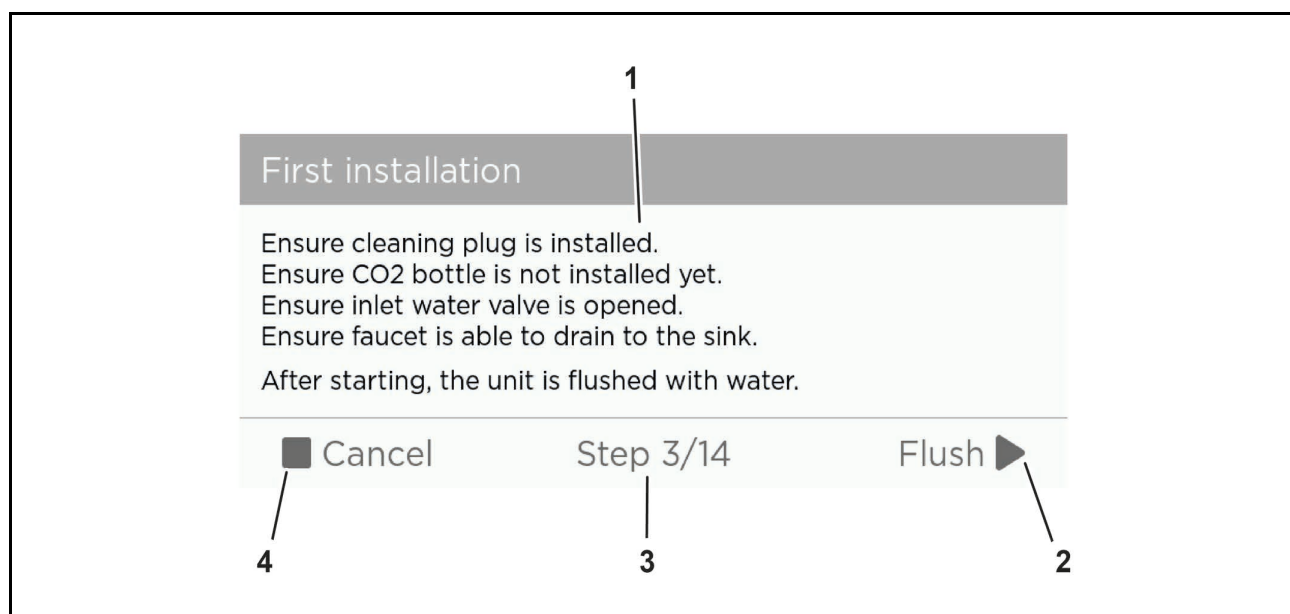

Abb. 25 Erstinbetriebnahme des Systems
1. Starten Sie die Erstinbetriebnahme durch Tippen auf die Schaltfläche "Next" (Abb. 25/2).
2. Die Software ist bei der Erstinbetriebnahme von Werk aus auf Englisch eingestellt. Die Sprache kann im zweiten Schritt angepasst werden. Tippen Sie im Statusfeld (Abb. 25/1) auf die Schaltfläche "Yes", um die Sprache zu ändern (siehe Kapitel 7.2.4.15) oder tippen Sie auf die Schaltfläche "Skip" (Abb. 25/2), um mit dem nächsten Schritt fortzufahren.
3. Im nächsten Schritt wird die Systemspülung vorbereitet, siehe Kapitel 7.2.4.9. Folgen Sie den Anweisungen im Statusfeld (Abb. 25/1) und tippen Sie auf die Schaltfläche "Flush" (Abb. 25/2), um die Systemspülung zu starten oder "Cancel" (Abb. 25/4), um die Erstinbetriebnahme abzubrechen.
4. Tippen Sie auf die Schaltfläche "Start" (Abb. 25/2), um mit der Systemspülung fortzufahren oder "Cancel" (Abb. 25/4), um die Erstinbetriebnahme abzubrechen. Verfolgen Sie den Fortschritt im Statusfeld (Abb. 25/1). Ist die Systemspülung abgeschlossen, tippen Sie auf die Schaltfläche "Finish" (Abb. 25/2), um fortzufahren oder "Cancel" (Abb. 25/4), um die Erstinbetriebnahme abzubrechen.
5. Schließen Sie den CO₂-Behälter an, sobald Sie dazu aufgefordert werden, siehe Kapitel 8.4. Folgen Sie den Anweisungen im Statusfeld (Abb. 25/1) und tippen Sie auf die Schaltfläche "Next" (Abb. 25/2), um fortzufahren oder "Cancel" (Abb. 25/4), um die Erstinbetriebnahme abzubrechen.
6. Wenn Sie eine externe CO₂-Versorgung am System angeschlossen haben, tippen Sie auf die Schaltfläche "Yes" bzw. "No". Folgen Sie den Anweisungen im Statusfeld (Abb. 25/1) und tippen Sie auf die Schaltfläche "Next" (Abb. 25/2), um die Eingabe zu speichern oder "Cancel" (Abb. 25/4), um die Erstinbetriebnahme abzubrechen.
7. Im nächsten Schritt wird die Kalibrierung des Systems vorbereitet, siehe Kapitel 7.2.4.11. Folgen Sie den Anweisungen im Statusfeld (Abb. 25/1) und tippen Sie auf die Schaltfläche "Next" (Abb. 25/2), um die Kalibrierung des Systems zu starten oder "Cancel" (Abb. 25/4), um die Erstinbetriebnahme abzubrechen.
8. Im nächsten Schritt wird die Wasserhärte bestimmt, siehe Kapitel 7.3. Folgen Sie den Anweisungen im Statusfeld (Abb. 25/1) und tippen Sie auf die Schaltfläche "Next" (Abb. 25/2), um die Wasserhärte einzustellen oder "Cancel" (Abb. 25/4), um die Erstinbetriebnahme abzubrechen.
9. Im nächsten Schritt wird die Wasserhärte angepasst, siehe Kapitel 7.2.4.7. Folgen Sie den Anweisungen im Statusfeld (Abb. 25/1) und tippen Sie auf die Schaltfläche "Next" (Abb. 25/2), um die Eingabe zu speichern oder "Cancel" (Abb. 25/4), um die Erstinbetriebnahme abzubrechen.
10. Im nächsten Schritt wird die Einstellung der Temperatur für Kaltwasser eingeleitet, siehe Kapitel 7.2.4.6. Folgen Sie den Anweisungen im Statusfeld (Abb. 25/1) und tippen Sie auf die Schaltfläche "Next" (Abb. 25/2), um die Anpassung vorzunehmen oder "Cancel" (Abb. 25/4), um die Erstinbetriebnahme abzubrechen.
11. Im nächsten Schritt wird die Temperatur für Kaltwasser eingestellt, siehe Kapitel 7.2.4.6. Folgen Sie den Anweisungen im Statusfeld (Abb. 25/1) und tippen Sie auf die Schaltfläche "Next" (Abb. 25/2), um die Eingabe zu speichern oder "Cancel" (Abb. 25/4), um die Erstinbetriebnahme abzubrechen.
12. Im nächsten Schritt wird die Reinigung des Systems vorgenommen, siehe Kapitel 8.3.2. Folgen Sie den Anweisungen im Statusfeld (Abb. 25/1) und tippen Sie auf die Schaltfläche "Next" (Abb. 25/2), um die Reinigung des Systems zu starten oder "Cancel" (Abb. 25/4), um die Erstinbetriebnahme abzubrechen.
13. Montieren Sie den Reinigungsadapter, sobald Sie dazu aufgefordert werden, siehe Kapitel 8.7. Folgen Sie den Anweisungen im Statusfeld (Abb. 25/1) und tippen Sie auf die Schaltfläche "Next" (Abb. 25/2), um fortzufahren oder "Cancel" (Abb. 25/4), um die Erstinbetriebnahme abzubrechen.
14. Montieren Sie den Filter, sobald Sie dazu aufgefordert werden, siehe Kapitel 8.5. Folgen Sie den Anweisungen im Statusfeld (Abb. 25/1) und tippen Sie auf die Schaltfläche "Next" (Abb. 25/2), um fortzufahren oder "Cancel" (Abb. 25/4), um die Erstinbetriebnahme abzubrechen.
15. Das System kann über WLAN bzw. Bluetooth mit dem Internet verbunden werden. Tippen Sie im Statusfeld (Abb. 25/1) auf die Schaltfläche "Yes", um die Verbindung herzustellen (siehe Kapitel 7.2.4.5) oder tippen Sie auf die Schaltfläche "Skip" (Abb. 25/2), um fortzufahren oder "Cancel" (Abb. 25/4), um die Erstinbetriebnahme abzubrechen.
16. Die Einrichtung ist nun abgeschlossen. Tippen Sie auf die Schaltfläche "Finish" (Abb. 25/2), um die Erstinbetriebnahme abzuschließen oder "Cancel" (Abb. 25/4), um die Erstinbetriebnahme abzubrechen.